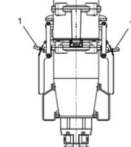

Abb. 11: Verschlusshebel sichern
4. Verschlusshebel mit einem Vorhängeschloss sichern (Abb.11/1).